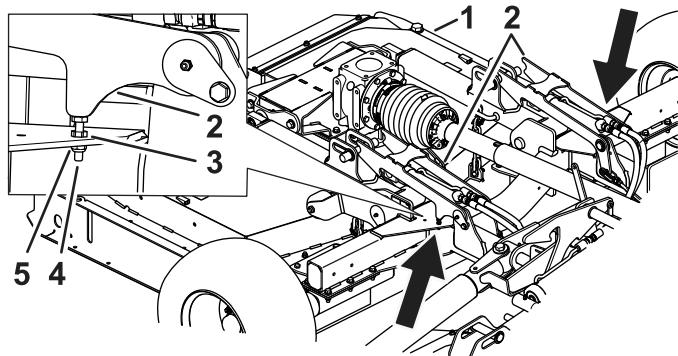

Figura 85
1. Afloje la tuerca autoblocante (Figura 85).
2. Ajuste el perno arriba o abajo para corregir la ubicación del bloqueo de la carcasa para el enganche de los pasadores de la carcasa (Figura 85).
3. Tras ajustar el perno, apriete la contratuerca y la tuerca (Figura 85).